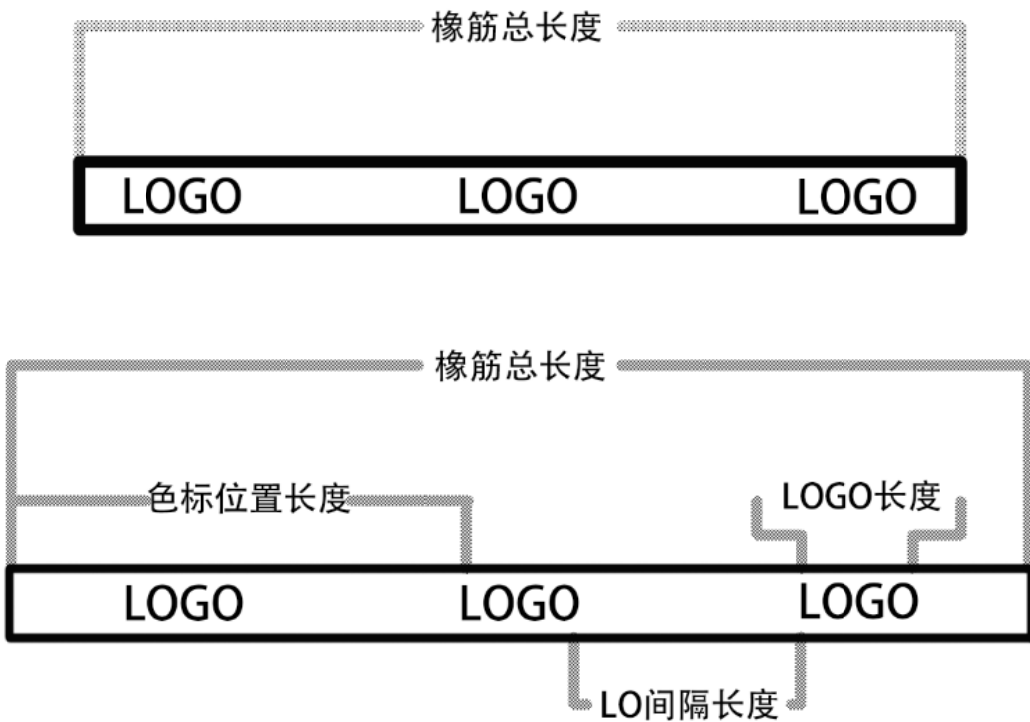

图 3
3、多段式：取两条样品，量取两条样品橡筋总长度、LOGO 长度、LOGO 间隔长度（请见下图 3），取较长样品，量取色标位置长度，将色标传感器放置于色标位置，并将参数输入致操作界面中保存即可使用。